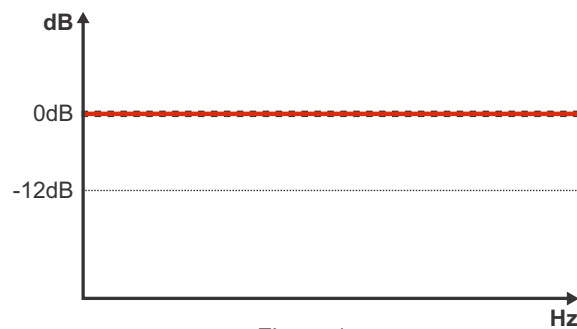

Figura 1
- Selecione a chave na posição "FULL" e o controle variável "HIGH" em 5Hz - Todas as frequências serão reproduzidas conforme a "Figura 1";